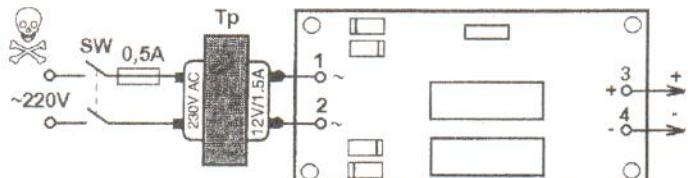

Рис.4 Схема соединений
- подключите провода от трансформатора к стабилизатору, следя схеме, представленной на рис.4;